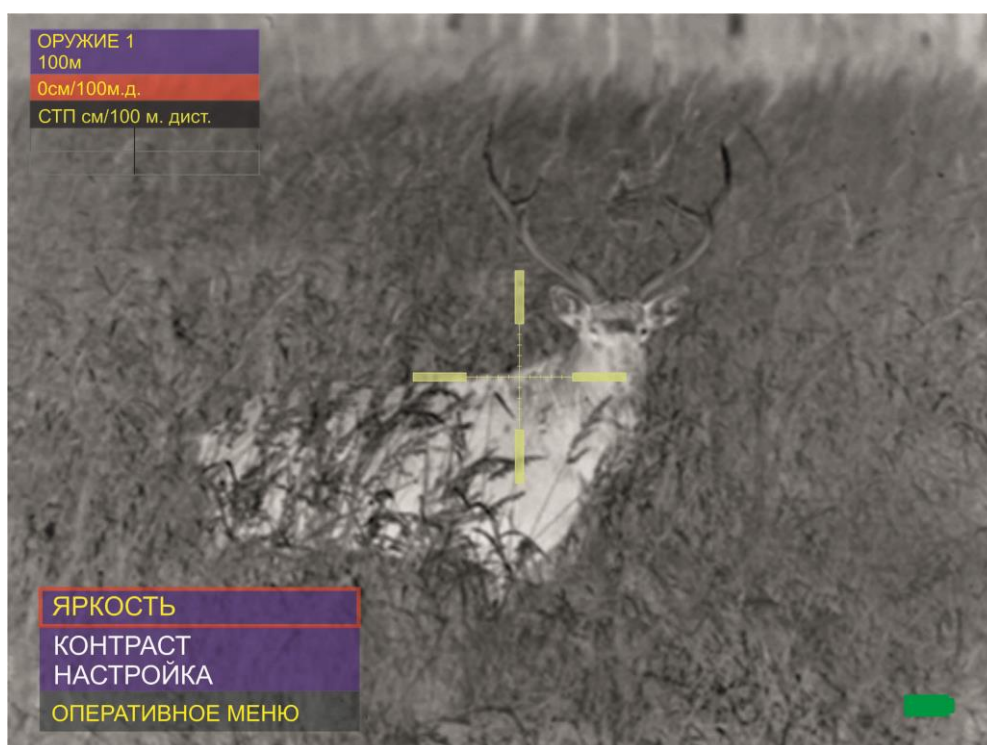

Рисунок 3 – Оперативное меню
В процессе штатной работы изделия пользователь может оперативно изменять яркость, контраст и цветовую схему изображения, осуществлять различные настройки изделия через оперативное меню. Для вызова меню необходимо нажать и удерживать кнопку (4) (см. рис. 1) более ДВУХ секунд. Внешний вид главного (оперативного) меню представлен на рис. 3. Возможность наблюдения объектов при этом сохраняется.